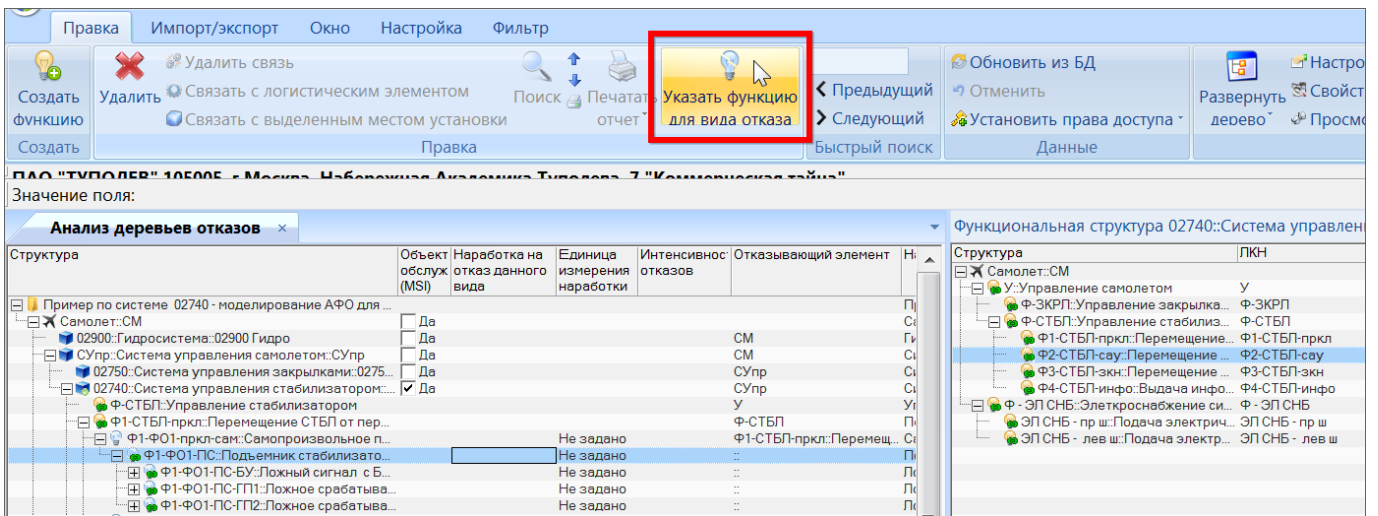

Рис. 10-350 – Установление связи ФО и функции
3) Выбрать ФО, который является дочерним для другого ФО, и нажать кнопку «Выбрать отказывающую функцию» панели «Анализ» (рис. 10-350). При необходимости создать дочерний ФО (подробнее см. 10.8.3.4 «ФО»).